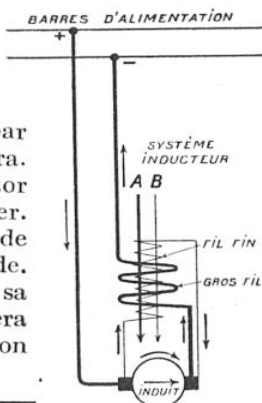

FIG. 6. — MOTEUR A EXCITATION COMPOUND, A FLUX TOTALISÉS (DOUBLE ENROULEMENT INDUCTEUR, COURANT CONTINU)
c) *Moteur compound.* — Dans les filatures et ateliers de tissage, suivant le genre du métier employé et la nature du travail à produire, on emploie généralement des moteurs *compound* (composé) (fig. 6 et 7).
Mêmes enroulements que sur la figure précédente (fig. 6), mais les directions des flux magnétiques sont telles que les deux flux A et B se retranchent. Le couple de démarrage passe par un maximum avec l'accroissement du courant ; et, comme la vitesse reste sensiblement constante, lorsque le couple résistant croît, ce type convient pour les métiers à filer dits « continus » exigeant une vitesse assez constante.